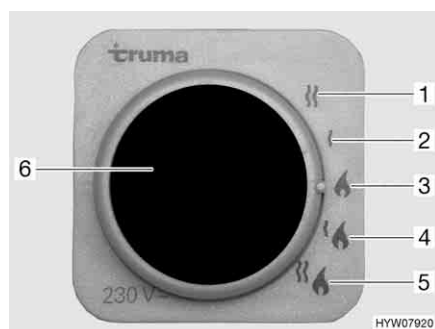

Fig. 142 Selettore di energia per riscaldamento/boiler
Il boiler è integrato nel riscaldamento e funziona a gas (funzionamento a gas) o a gas o a corrente (funzionamento a gas e funzionamento elettrico a 230 V). Il boiler si accende dalla centralina di controllo (Fig. 139) con l'interruttore girevole (Fig. 139,2). Sul selettore di energia (Fig. 142) viene preselezionato il tipo di energia (funzionamento a gas e elettrico a 230 V).
- Funzionamento a gas (Fig. 142,3)
- Funzionamento elettrico a 230 V con gradi di potenza da 900 W (Fig. 142,2) oppure 1800 W (Fig. 142,1)
- Funzionamento a gas e funzionamento elettrico a 230 V (funzionamento misto) con gradi di potenza da 900 W (Fig. 142,4) oppure 1800 W (Fig. 142,5)
Se viene selezionato il funzionamento elettrico a 230 V, la spia gialla di controllo si accende (Fig. 142,6).